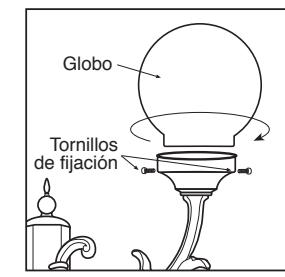

Figura 5
- Para una unidad con globo, instale las bombillas primero. Gire el globo a la posición y sujetelo con los tornillos de ajuste, teniendo cuidado de no apretar demasiado ya que el vidrio puede romperse con la presión excesiva (ver la figura 5).